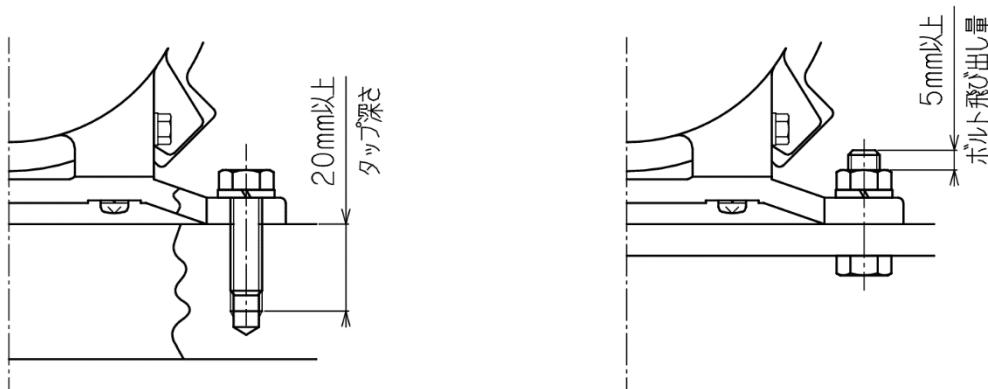

図2：固定方法
(2) ボルト&ナットで固定する場合は、図2のようにナット側にボルトの先端が 5 mm 程度出る長さのボルトを使用してください。又、ベース面にタップ穴加工をして取付ける場合、図2のようにタップ深さは 20 mm 以上必要です。